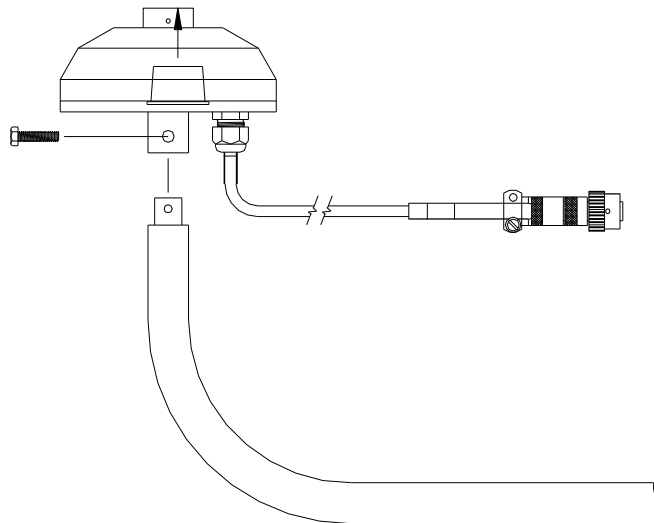

Figura 1: Diagrama de montaje del Sensor de Radiación Solar
- 2/ Monte el sensor en el brazo de soporte pasando el tornillo de seguridad a través del orificio horizontal en el poste de montaje del sensor y luego asegure el tornillo en el brazo de soporte (ver figura 1).